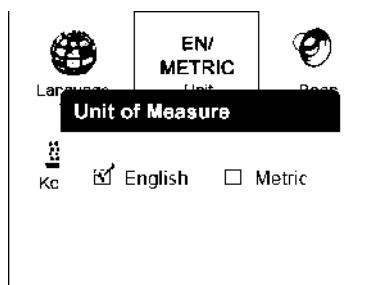

Рисунок 3-4
- 2) В окне **Unit of Measure** [Единицы измерения] с помощью **кнопки прокрутки влево/вправо** выберите необходимую систему единиц измерения. См. рисунок 3-4.